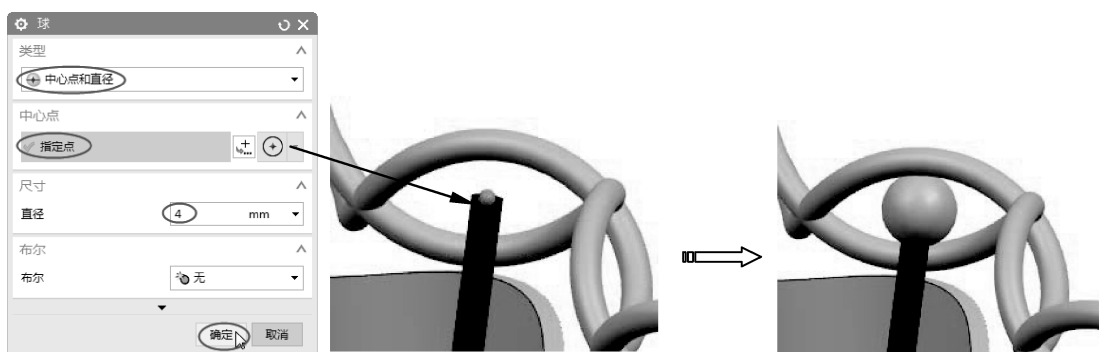

图 5-122 创建球体
- 23 在菜单栏中执行【插入】|【设计特征】|【球】命令，打开【球】对话框。选择管道截面的中心点作为球体的圆心，设置【直径】为4，单击【确定】按钮完成创建，如图 5-122 所示。